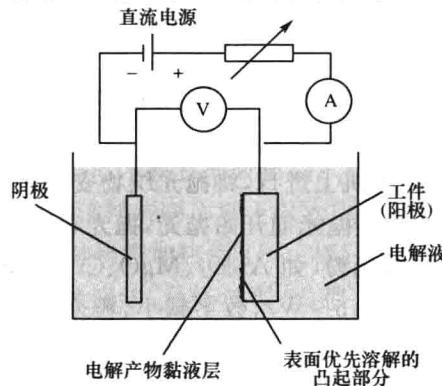

图2-2 电解抛光的原理
(2)电解抛光:电解抛光的原理如图2-2所示。以被抛工件为阳极,不溶性金属为阴极,两极同时浸入电解槽中,通以直流电使试样表面凸起部分产生有选择性的阳极溶解,从而达到工件表面光亮度增大的效果。首先,由于金属和电解液的相互作用,在试样粗糙不平的表面上形成一层电阻较大的黏性薄膜,凹陷处液膜较厚,在电流相同情况下,液膜较薄处电流密度较大,使得试样凸起部分的溶解比凹陷部分快,如此逐次进行下去,便形成平整的抛光表面。常用电解抛光液配方及适用范围如表2-1所示。